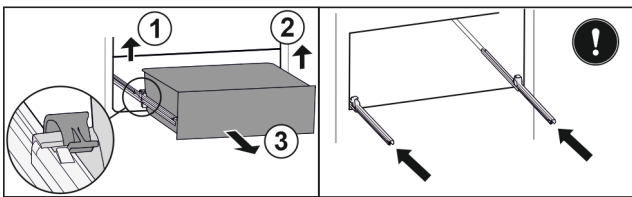

Fig. 30
- ▶ Приподнимите левый зажим и одновременно вытяните движением вперед выдвижной ящик слева. Fig. 30 (1)
- ▶ Приподнимите правый зажим и одновременно вытяните движением вперед выдвижной ящик справа. Fig. 30 (2)
- ▶ Извлеките выдвижной ящик движением вперед. Fig. 30 (3)